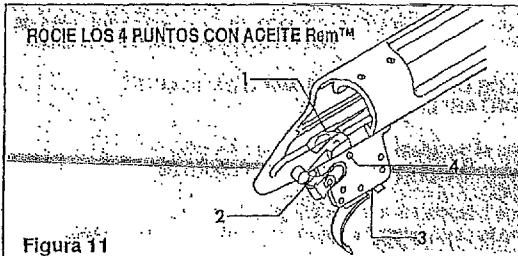

Figura 11
6. Rocíe con aceite Rem™ el cajón de mecanismos y los cuatro puntos del mecanismo del gatillo. Vea la Figura 11. Deje reposar durante 15 minutos. Rocíe otra vez para lavar los componentes. Sacúdalos para eliminar el exceso de lubricante.